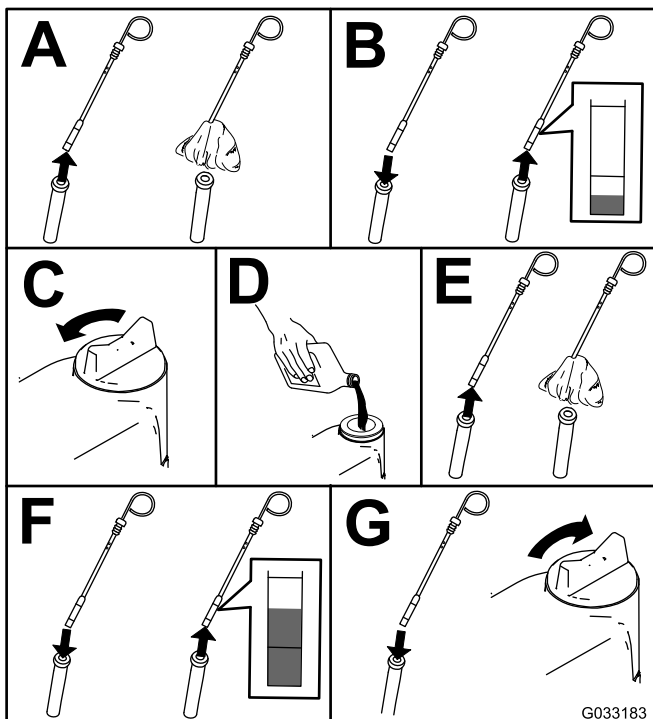

Bild 52
2. Prüfen Sie den Ölstand im Motor (Bild 52).